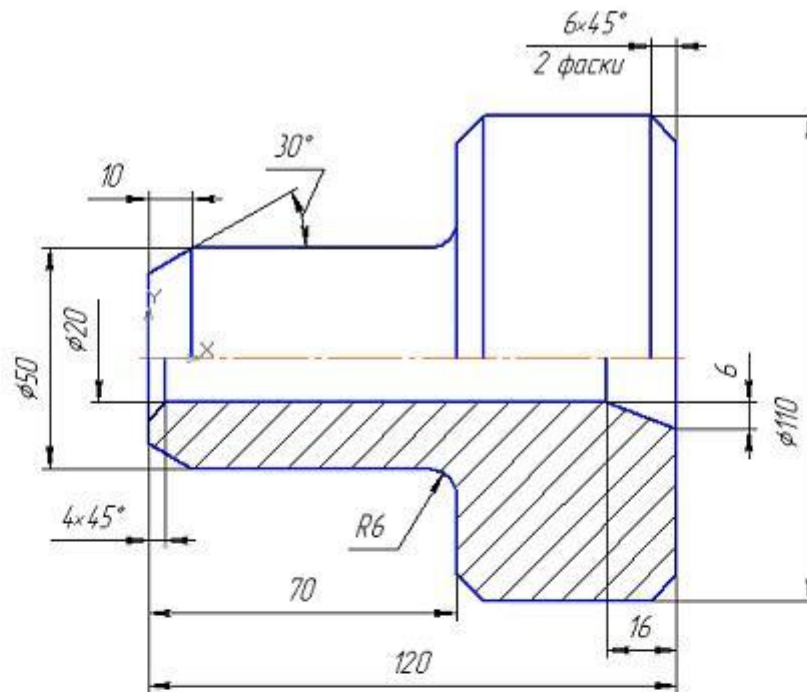
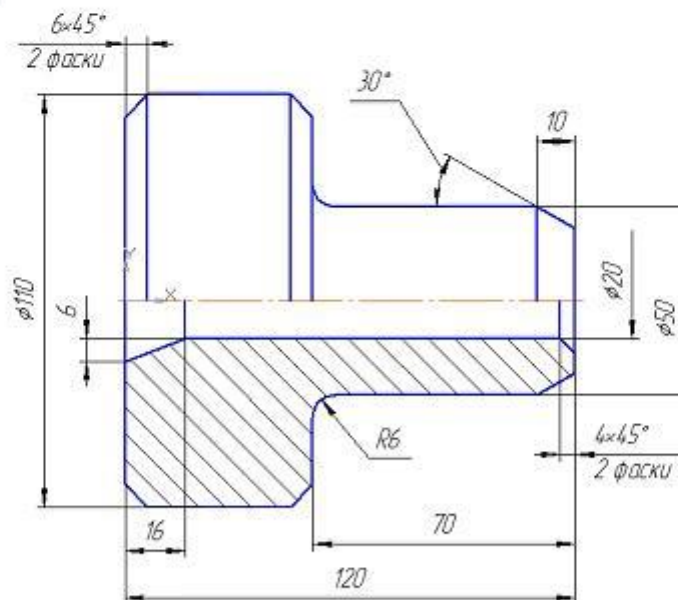

Рис. 89
Рис. 90
3. Выполните недостающие вертикальные линии на виде и разрезе, рис. 90
Получаем новый чертеж, рис. 89.
7. Выполните чертеж, показанный на рис. 90. Изображение детали (рис. 89) перевернуто.